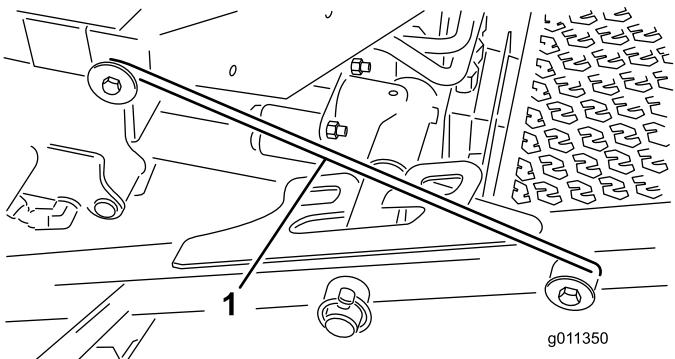

Figura 7
4. Desenganche la varilla de bloqueo (Figura 7) del enganche del bastidor de tiro delantero.
del bastidor montado en la parte delantera de la plataforma del operador (Figura 7).